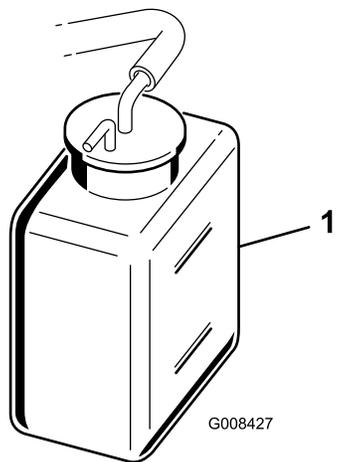

Рисунок 48
2. Проверьте уровень охлаждающей жидкости (Рисунок 47 и Рисунок 48).